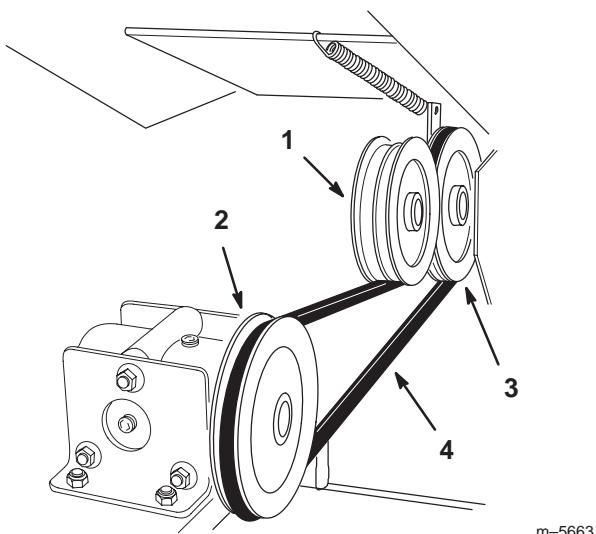

**Bild 29**
1. Lockern Sie die beiden Befestigungsteile auf der linken mittleren Schneidwerkabdeckung. Entfernen Sie die linke mittlere Schneidwerkabdeckung, um die Getriebeausrüstungsscheibe freizulegen (Bild 29).
4. Bringen Sie die linke mittlere Schneidwerkabdeckung mit den Befestigungsteilen an (Bild 29).